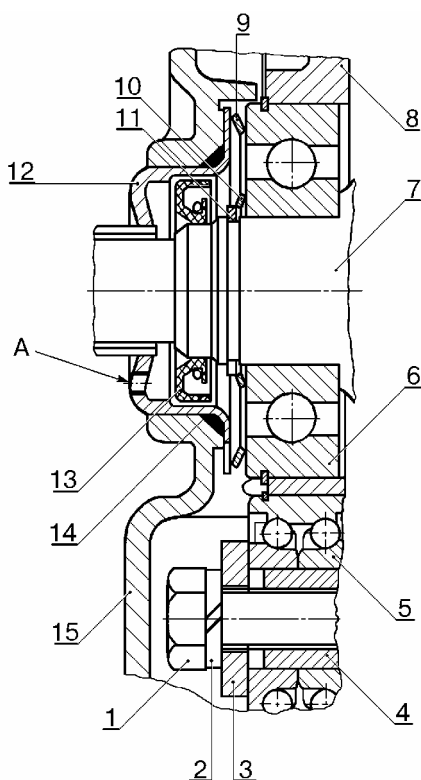
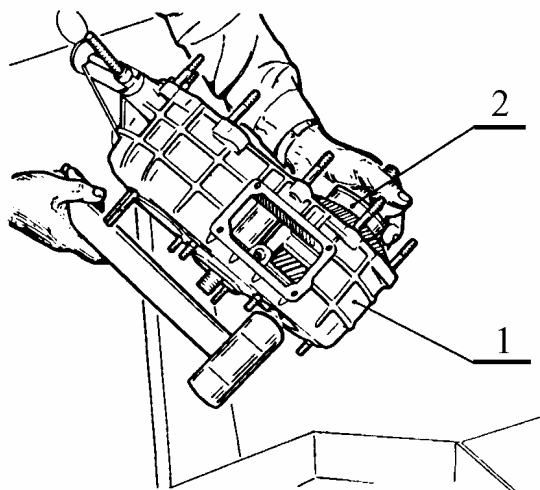

Рис.56. Передняя часть КП:
Рис.10. Снятие ведущего вала:
- установить на болт 1, рис.56, переднего подшипника 5 промежуточного вала пружинную 2 и зажимную 3 шайбы и завернуть болт в промежуточный вал 4. Затянуть болт с моментом от 80 до 95 Н.м (от 8,0 до 9,5 кгс.м). Снять приспособление 2, рис.10, с первичного вала (головка сменная 19, вороток, удлинитель, ключ динамометрический типа 02.7812-4001);
3.11 Извлечь из картера 1, рис.10, ведущий 2 и промежуточный валы (молоток с пластмассовым бойком).